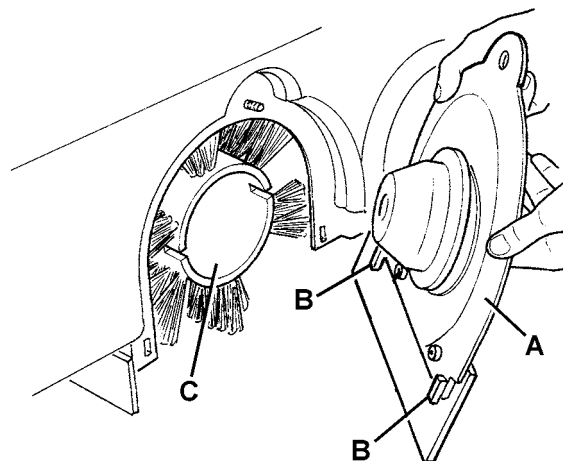

Figure 5
7. Enlever le couvercle (A, Fig. 5) du balai central en le pressant vers le bas pour dégager les dispositifs de retenue (B).
8. Enlever le balai central (C, Fig. 5).
12. Installer le couvercle (A, Fig. 5) du balai central en engageant les dispositifs de retenue (B).